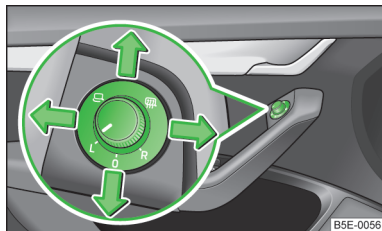

Fig. 43
► Ajustar el botón giratorio en la posición **☼** » fig. 43.
► Ajustar el botón giratorio a la posición **L** o en los vehículos con dirección a la derecha a la posición **R** » fig. 43. El movimiento de la superficie del espejo es idéntico al del botón giratorio.
► Ajustar el botón giratorio a la posición **R** o en los vehículos con dirección a la derecha a la posición **L** » fig. 43. El movimiento de la superficie del espejo es idéntico al del botón giratorio.
► Ajustar el botón giratorio en la posición **I** » fig. 43.
En el caso de los vehículos con la función de memoria para el asiento del conductor » **página 64**, la superficie del espejo se abatirá un poco hacia abajo al acoplar la marcha atrás y si el botón giratorio está en la posición **R** o en los vehículos con dirección a la derecha a la posición **L** » fig. 43. De ese modo, es posible ver el bordillo durante el aparcamiento.